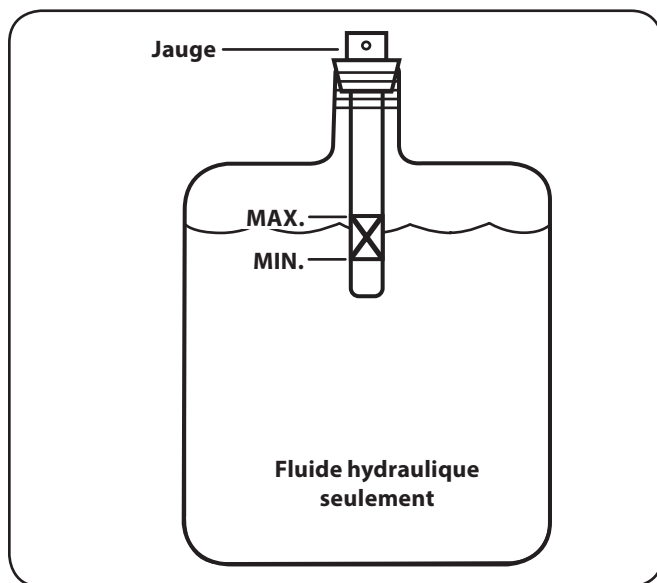

Figure 6-4
13. Remplissez le réservoir jusqu'à ce que le niveau se trouve entre les deux lignes sur la jauge. Voir Figure 6-4.